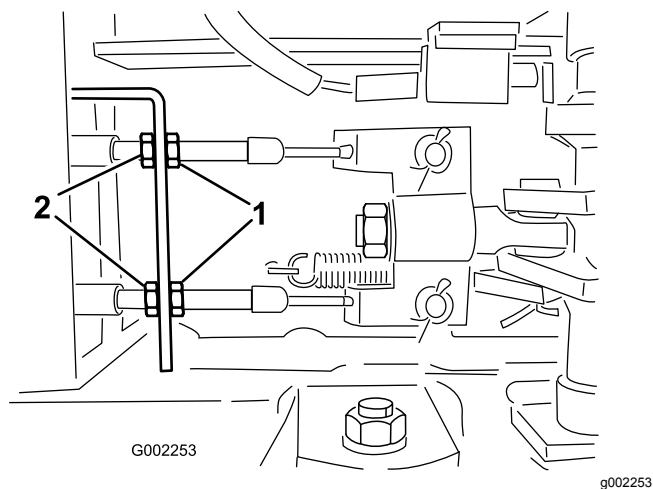

Figure 84
5. Desserrez les écrous avant sur les câbles de frein, sous l'extrémité avant du pulvérisateur (Figure 84).
6. Serrez les écrous arrière uniformément jusqu'à ce que la pédale de frein s'enfonce de 1 à 2 cm (0,5 à 1 pouce) avant que vous sentiez une résistance (Figure 84).